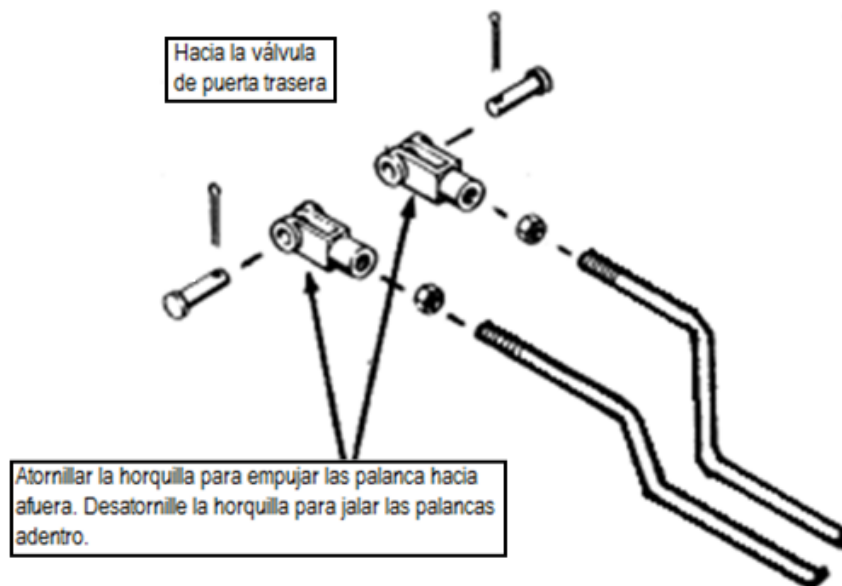

Figura 15. Ajuste de la conexión de la válvula de puerta trasera
1. Retire las piezas de montaje de la parte superior a la parte trasera de la sección de la válvula. Mantener las piezas en el orden de desmontaje, ver la Figura 15. Sellos de corredera.
2. Remover todo el conjunto de manivela de la corredera en la sección frontal de la válvula, ver la Figura 15. Sellos de corredera.
3. Retire la arandela de sujeción, la arandela de respaldo y el sello de la corredera, ver Figura 15. Sellos de corredera.